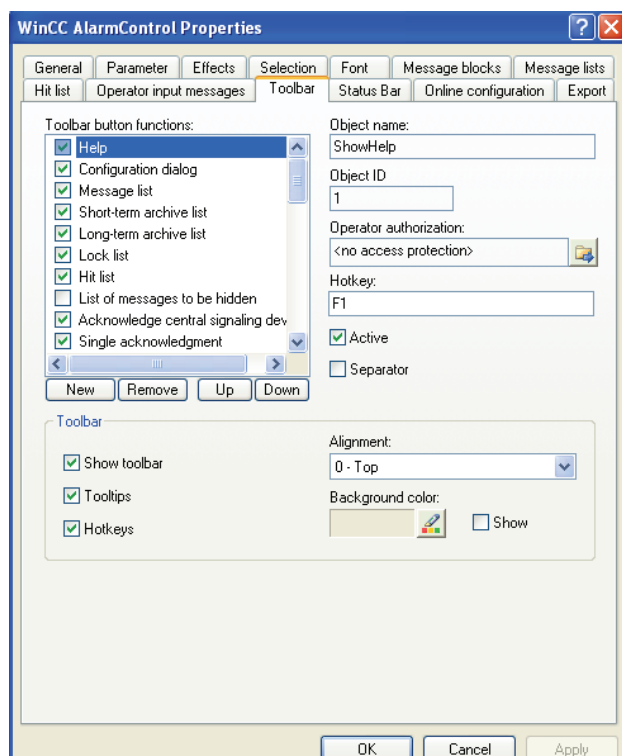

图 8-24 “Toolbar”选项卡
① 组态工具栏
- a) 转到“Toolbar”选项卡，如图 8-24 所示。